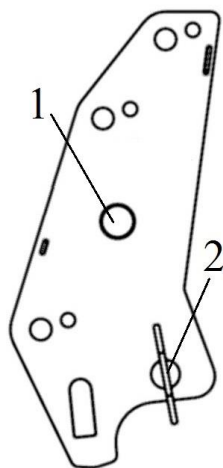

Рисунок 12 – Стойка:
Стойка (см. рис. 12) представляет собой сварную конструкцию, состоящую из двух кронштейнов и соединенные между собой бобышкой поз. 1, при помощи которой фиксируется подъемное устройство на панель навески. Фиксатор поз. 2 предназначен для жесткой фиксации навесного и подъемного устройства.
- 4) работа агрегата с незафиксированной чекой фиксатором (см. рис. 12 поз. 2);
Ввести в зацепление бобышку стойки поз. 1 с пазом на панели навески в соответствии с рисунком 26, и зафиксировать при помощи фиксатора поз. 2 на рис. 12. Фиксатор зашплинтовать.